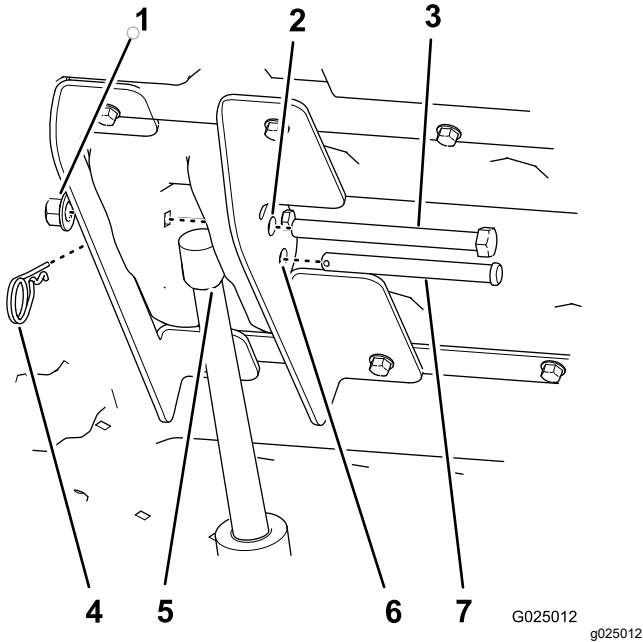

Figure 11
7. Appuyez sur la palette supérieure de la commande de levage du plateau pour déployer la tige de l'actionneur de levage jusqu'à ce que la tige soit alignée sur les trous des supports de levage intérieur et extérieur (Figure 11).
8. Fixez la tige de l'actionneur de levage aux supports à l'aide de l'axe de chape ( $3\frac{1}{2}$ " ) et de la goupille fendue (Figure 11).
10. Insérez le boulon à tête hexagonale ( $\frac{1}{2}$ " x  $5\frac{1}{2}$ " ) dans les trous de 13 mm restants des supports de levage intérieur et extérieur (Figure 11), et fixez-le avec un écrou ( $\frac{1}{2}$ " ) jusqu'à ce que l'écrou soit bien serré.
2. Retirez la goupille fendue et l'axe de chape qui fixent la tige de l'actionneur aux supports de levage intérieur et extérieur (Figure 11).
7. Abaissez le plateau et alignez l'actionneur de levage sur les supports de levage (Figure 11).
8. Fixez l'actionneur de levage aux supports de levage au moyen de l'axe de chape et de la goupille fendue (Figure 11).